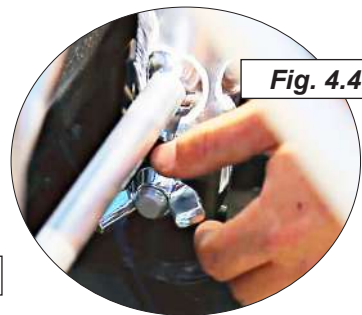

Fig. 4.4.1
4.4 - Afloje y retire las dos tuercas mariposa y los tornillos de la unión del tramo de aluminio con la base de acero de la torre (**Fig. 4.4.1**). A continuación haga bascular el carro de acero y colóquelo en posición horizontal (**Fig. 4.4.2**).